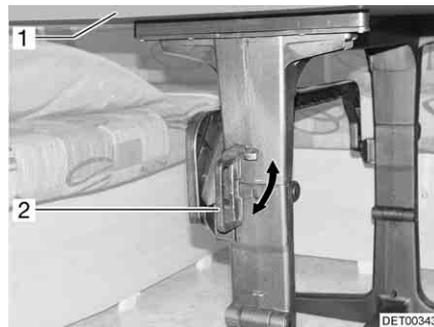

Bild 67 Schwenktisch
- Den Griff (Bild 67,2) in die waagrechte Position drehen.
- Die Tischplatte (Bild 67,1) in einem Bogen nach unten schwenken.